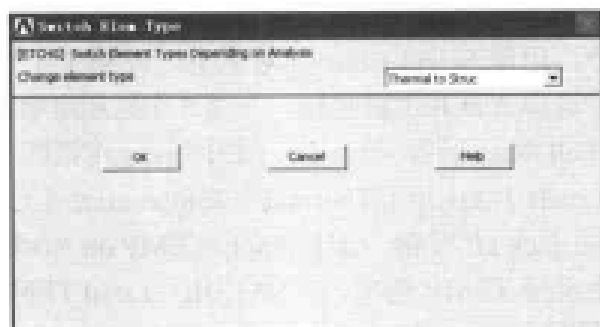

图 13-10 转变单元类型对话框
(1) 选择 Main Menu | Preprocessor | Element Type | Switch Element Type 命令, 出现 Switch Element Type 对话框, 在 Change element type 下拉列表框中选择 Thermal to Struc 选项, 如图 13-10 所示, 单击 OK 按钮关闭该对话框。